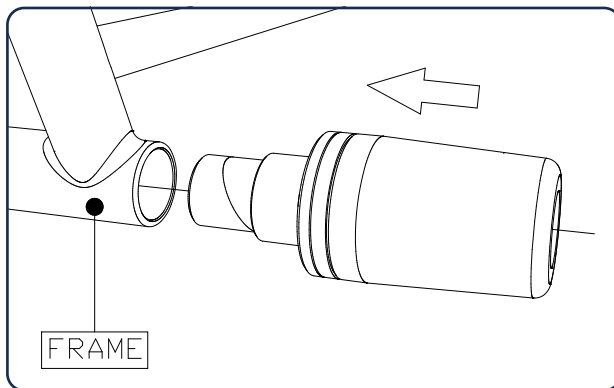

図1
- ① 構成部品を仮組みした状態で、フレームにセットします。（図1参照）